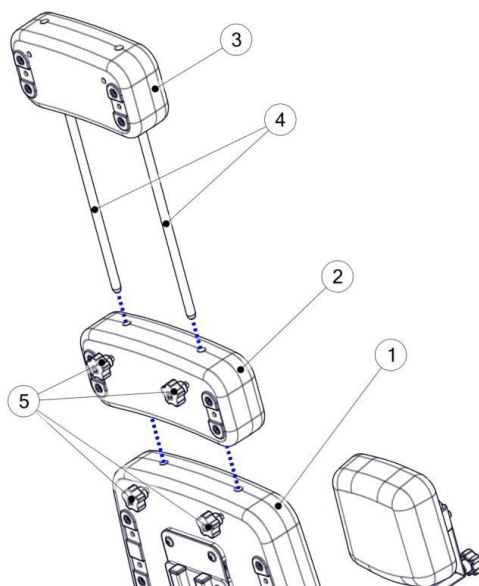

рис. 22
Дополнительный упор для туловища может использоваться для удлинения основной опоры для туловища (1). Для установки дополнительного упора (2) необходимо снять дополнительный упор (3). Установите дополнительный упор на рельсы (4) снятого упора и переустановите рельсы в отверстия на основной опоре для туловища. Затяните рукоятки (5), чтобы зафиксировать положение дополнительного упора. Рис. 22.